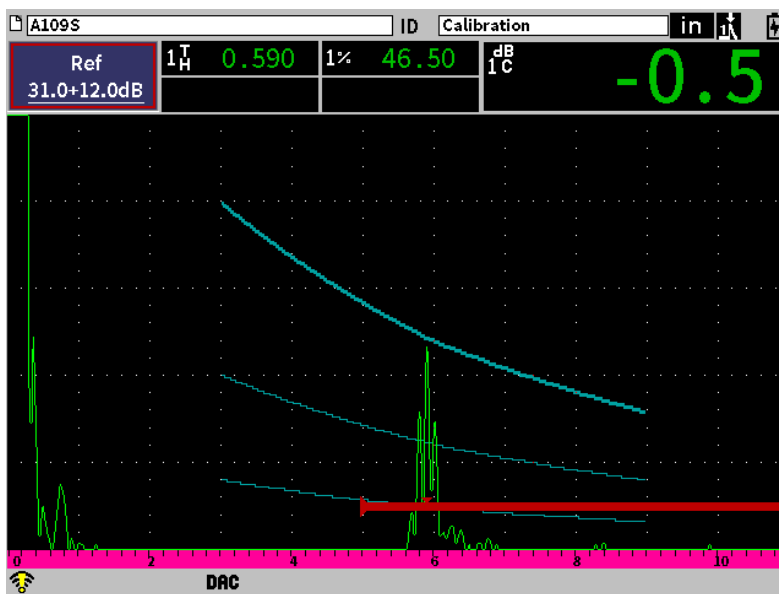

Рис. 11-6 Построенная кривая DAC
9. Повторите шаги 6, 7 и 8 до полного построения кривой (см. Рис. 11-6 на стр 166).